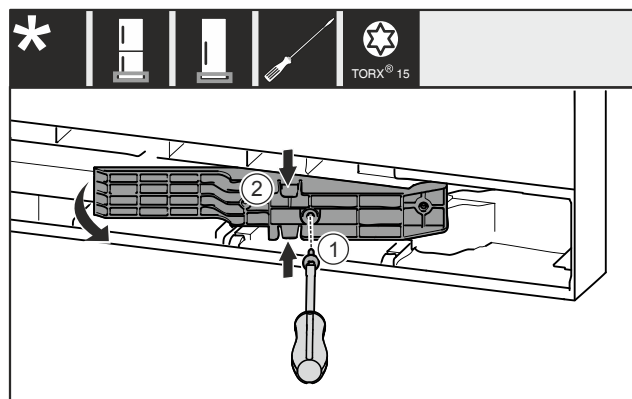

Fig. 21 *
- ▶ Rimuovere la vite Fig. 21 (1)*
- ▶ Comprimere leggermente l'adattatore Fig. 21 (2) in alto e in basso ed estrarlo.*